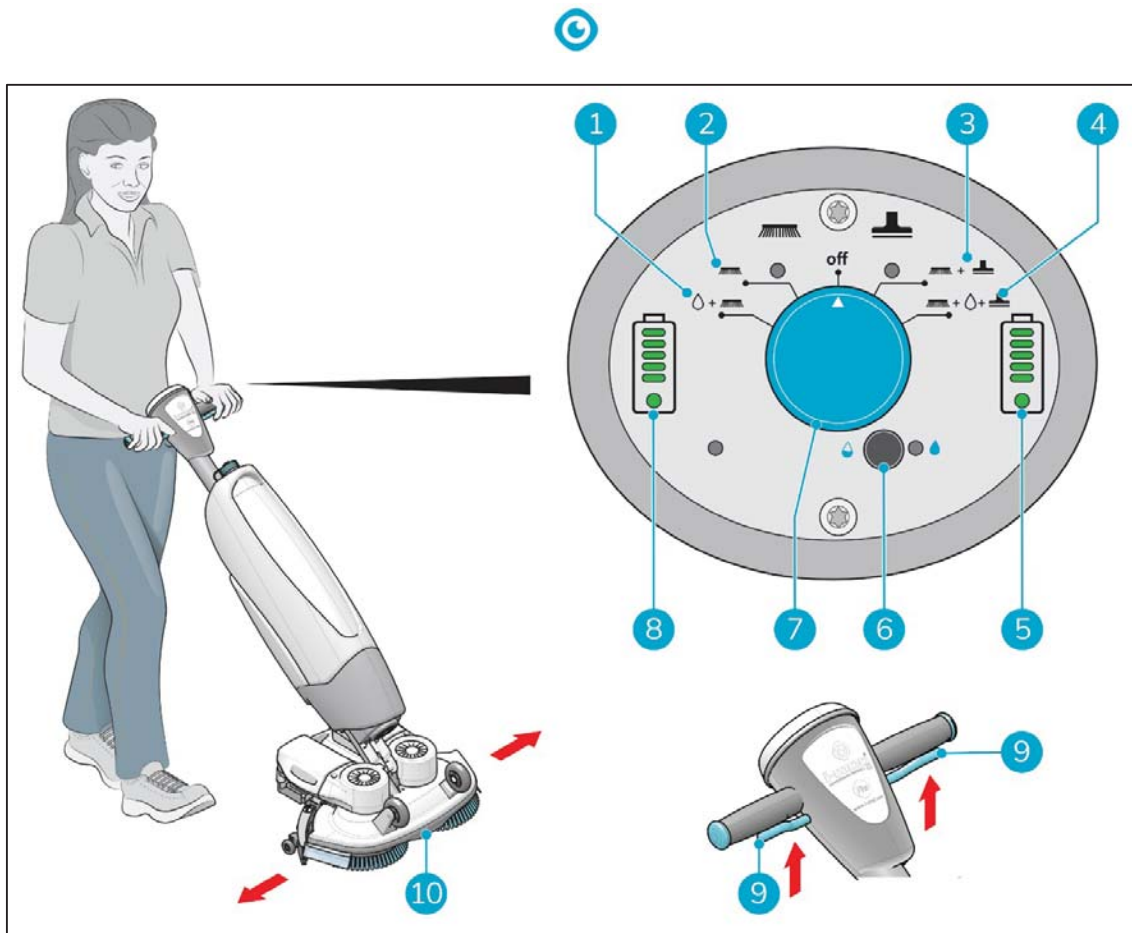

Figure 17
5. Choisissez votre mode de nettoyage via l'interrupteur principal (Figure 17, pos 7). Cela activera également l'i-mop XXL Plus.
- MODE 1 : brosse + eau/solution de nettoyage (Figure 17, pos 1).
- MODE 2 : brosse uniquement (Figure 17, pos 2).
- MODE 3 : brosse + aspiration (Figure 17, pos 3).
- MODE 4 : brosse + eau/solution de nettoyage + aspiration (Figure 17, pos 4).
7. Appuyez sur la gâchette de la poignée (Figure 17, pos 9).
10. Dirigez en tournant doucement la poignée vers la gauche ou la droite pour déplacer la plate-forme de récurage (Figure 17, pos 10).
11. Relâchez la gâchette (Figure 17, pos 9) pour arrêter immédiatement l'i-mop XXL Plus. Le moteur d'aspiration s'arrête après 3 secondes.